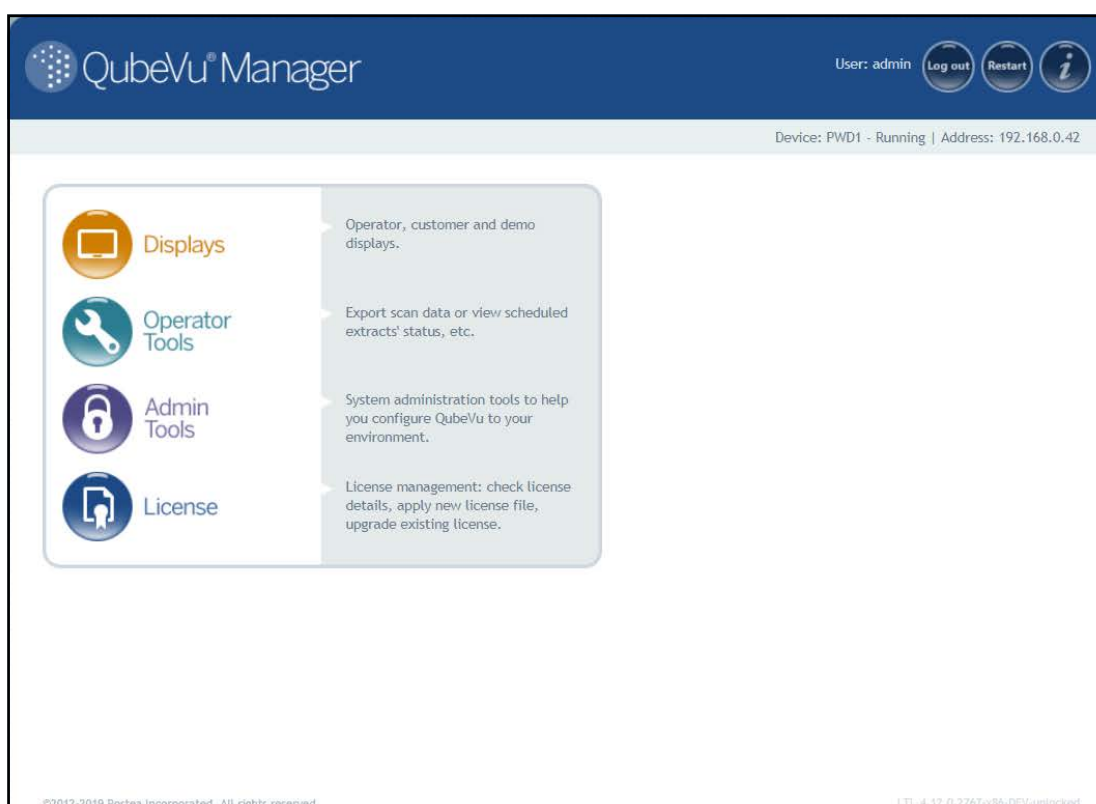
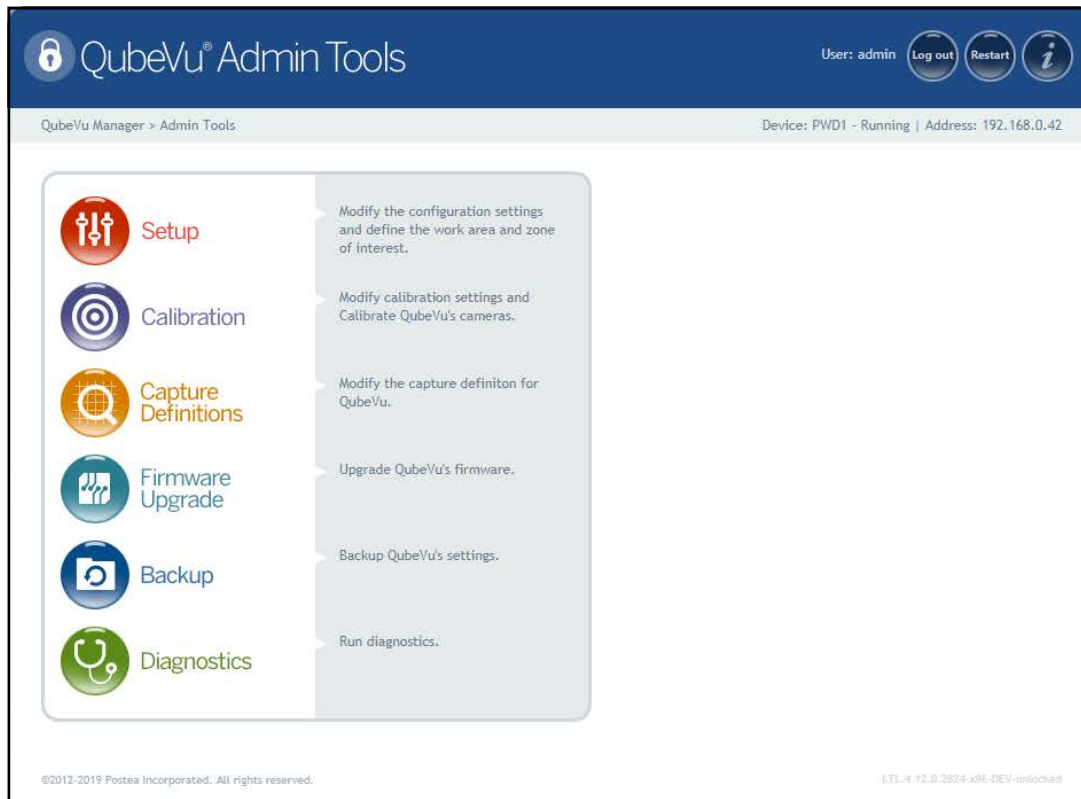

Figura 5-1. Página de inicio de QubeVu Manager
Figura 5-2. Menú de herramientas de administración
3. Pulse  **Admin Tools** en el menú **QubeVu Manager** (Figura 5-1 en la página 21) para entrar en el menú **Admin Tools** (Figura 5-2).
5. Pulse  Calibration en el menú **Admin Tools** (Figura 5-2 en la página 22) para entrar en el menú **Calibration**.
1. Pulse  **Admin Tools** en el menú **QubeVu Manager** (Figura 5-1 en la página 21) para entrar en el menú **Admin Tools** (Figura 5-2 en la página 22).
3. Pulse  **Diagnostics** en el menú **Admin Tools** (Figura 5-2 en la página 22) para entrar en el menú **Diagnostics**.